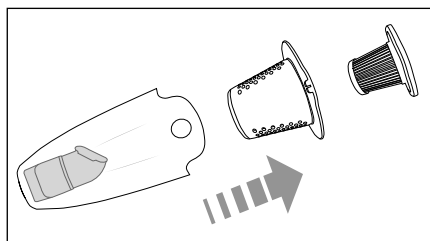

Fig. 5
- 3) Retire o filtro EPA **7** e o filtro grosso **8** do depósito de resíduos **9** (fig. 5). Sacuda ambos os filtros **7/ 8** para um balde do lixo. Se necessário, pode passar os filtros **7/ 8** por água limpa. Depois, deixe os filtros **7/ 8** secar completamente ao ar antes de voltar a colocá-los.